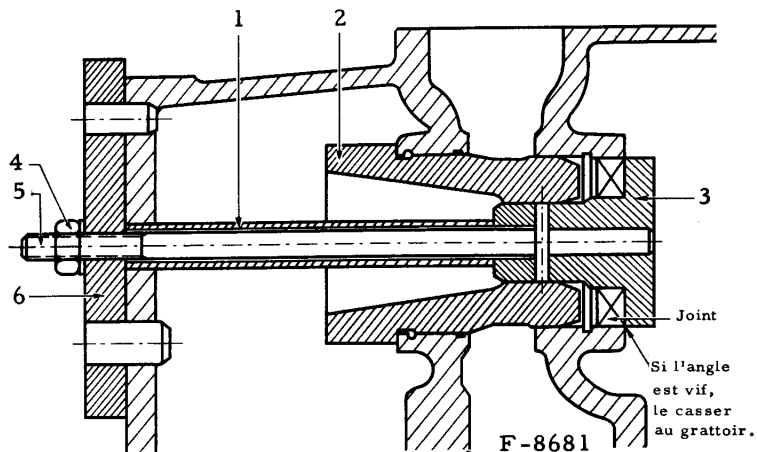

Fig. 59. — Emmanchement du joint de l'arbre creux dans le carter d'embrayage.
- Positionnez le joint, la lèvre tournée vers le bâti arrière sur l'outillage (3) et mettez en place l'outillage (2) dans les deux alésages ; positionnez l'entretoise (1) et la plaque dont les deux tétons viennent dans les logements du carter d'embrayage, serrez à l'aide de l'écrou (4). Quand le joint est en place, l'entretoise (1) arrête le mouvement de la tige (5), (figure 59).